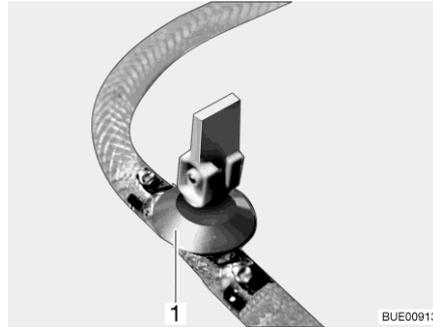
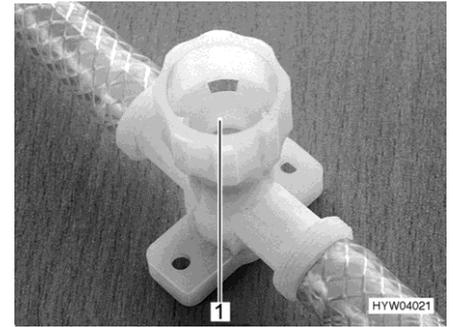

Fig. 187 Llave de desagüe (con balancín)
Fig. 188 Llave de desagüe (con tapa giratoria)
- Abrir todas las llaves de desagüe. Para esto, poner el balancín de la llave de desagüe (Fig. 187,1) en posición vertical o girar la tapa de la llave de desagüe (Fig. 188,1) en sentido contrario a las agujas del reloj.